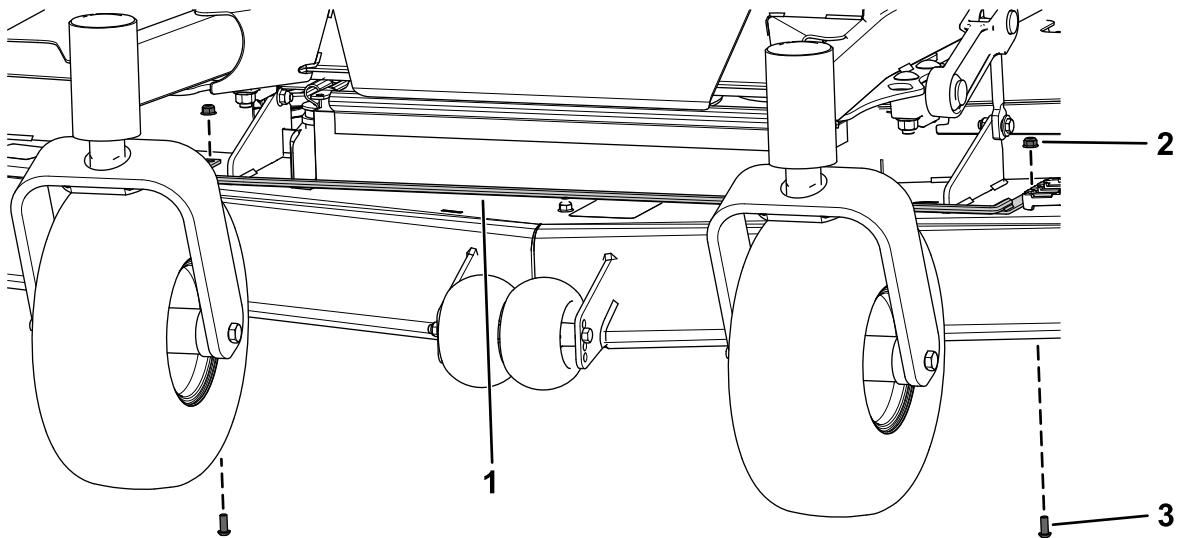

Figura 15
4. Sujete la varilla de soporte inferior delantera usando los 2 pernos de cabeza de botón (5/16" x 3/4") y las 2 tuercas con arandela prensada (5/16") que se retiraron anteriormente, como se muestra en la **Figura 15**.